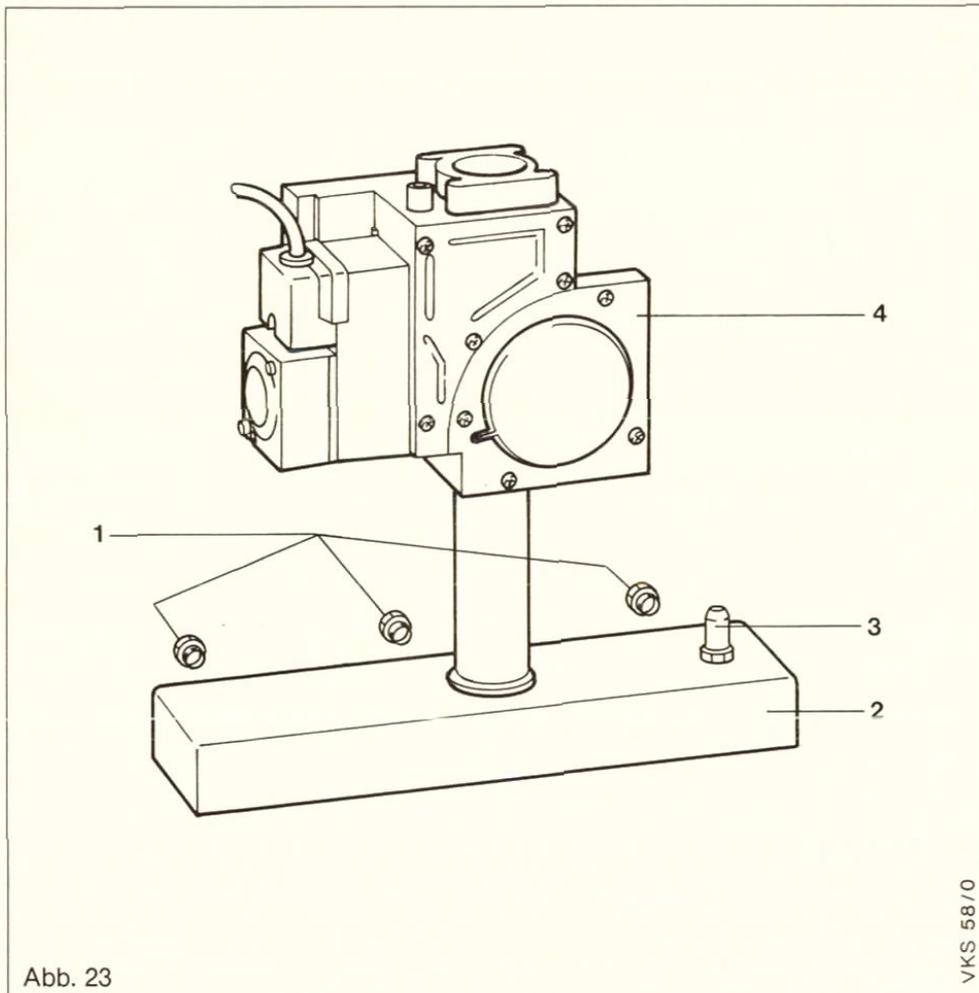

Abb. 23
Legende zu Abb. 23
- b) Brennerdüsen (1), Abb. 23, austauschen.